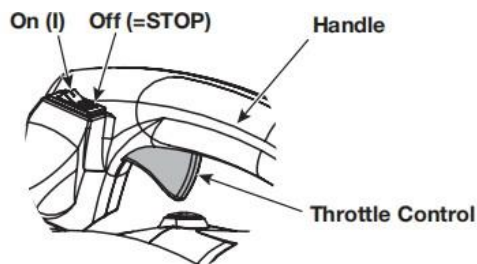

Fig. 5
c) Schieben Sie den ON/OFF-Schalter in die Position ON (I). (Abb. 5).
- b) Drücken Sie den EIN/AUS-Schalter und halten Sie ihn in der Stellung AUS (STOP), bis der Motor vollständig zum Stillstand gekommen ist (Abb. 5).